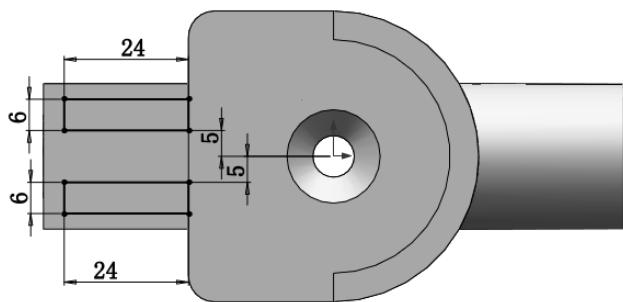

图 12-82 绘制草图 1
**01** 绘制草图。在视图选择图 12-81 所示的面 4 作为绘制图形的基准面。单击“草图”控制面板中的“直线”按钮, 绘制草图轮廓, 标注并修改尺寸, 结果如图 12-82 所示。